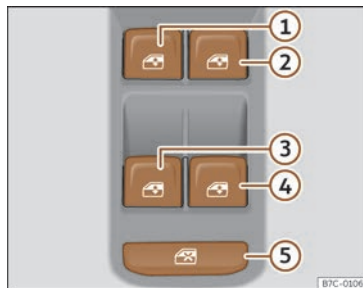

Fig. 81 Detall de la porta del conductor: comandaments per a les finestretes.
Mitjançant el comandament de seguretat >>> **fig. 81** ⑤ de la porta del conductor podeu desactivar les tecles dels alçavidres de les portes del darrere.